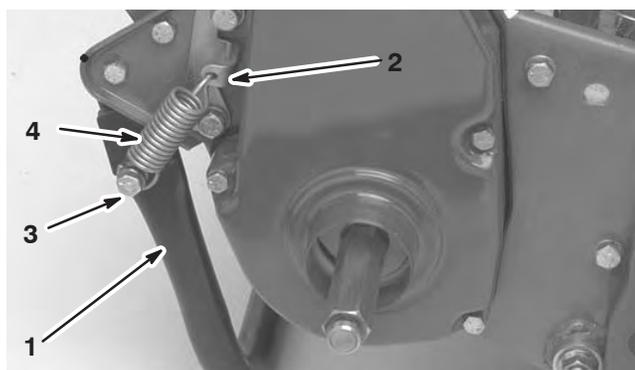

Figure 3
- Accrochez le ressort au trou de la patte d'accrochage du ressort et sur la cale de retenue, et alignez les trous de montage de la béquille sur ceux du bâti arrière (Fig. 3).
- Montez la béquille de chaque côté du bâti à l'aide d'une vis, d'une rondelle-frein, d'une rondelle-entretoise plate et d'un contre-écrou (Fig. 3). L'entretoise doit être placée dans le trou de montage de la béquille.